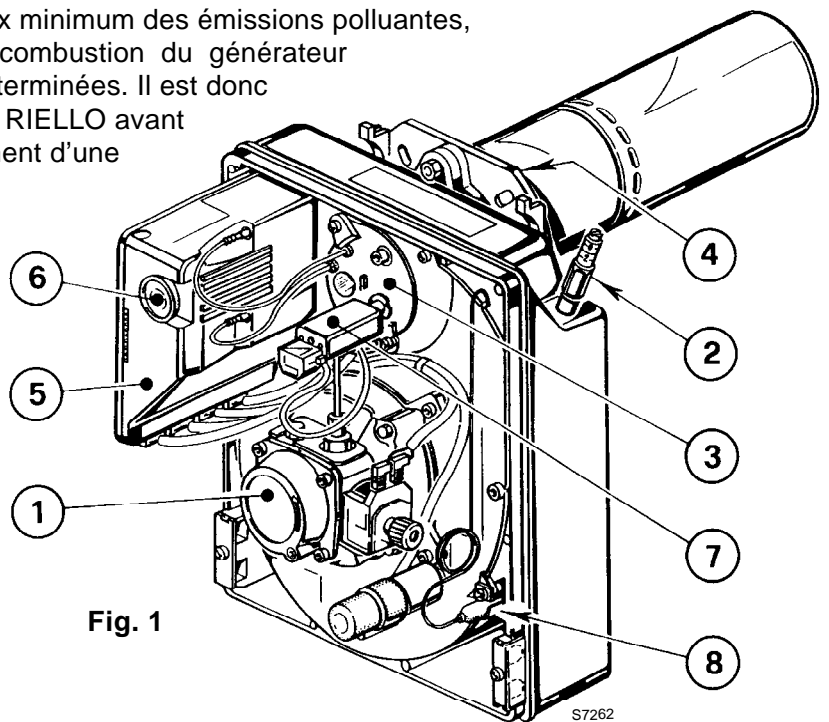

Fig. 1
- Die Reinigung des Flammendetektors ausführen (7, Abb. 1, Seite 1).
In den meisten Fällen führt eine Störung zum Aufleuchten der Kontrolleuchte in der Entstörtaste des Steuergeräts (6, Abb. 1, S. 1).